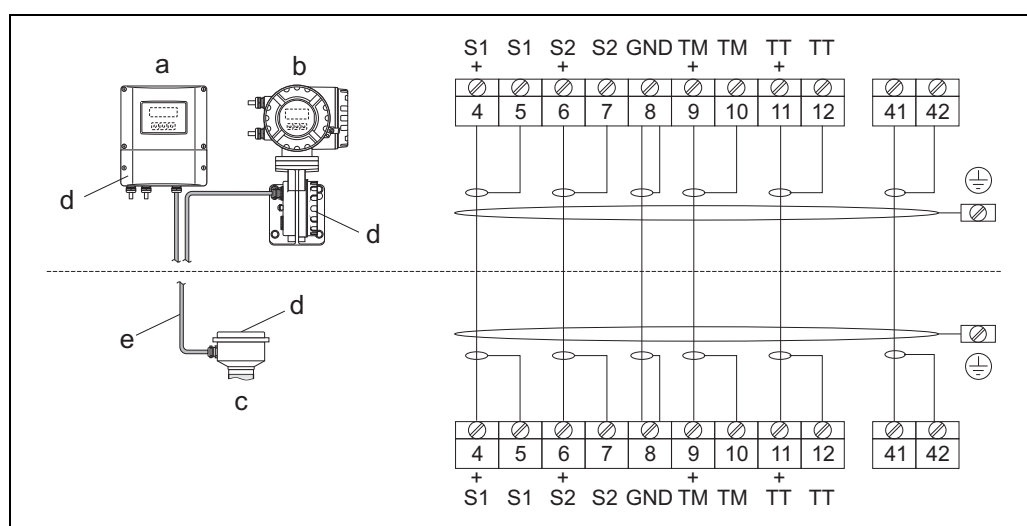

図 11: 分離型の接続
3. センサと変換器を配線図に従って接続してください（→ 図 11 またはカバー内配線図を参照）。